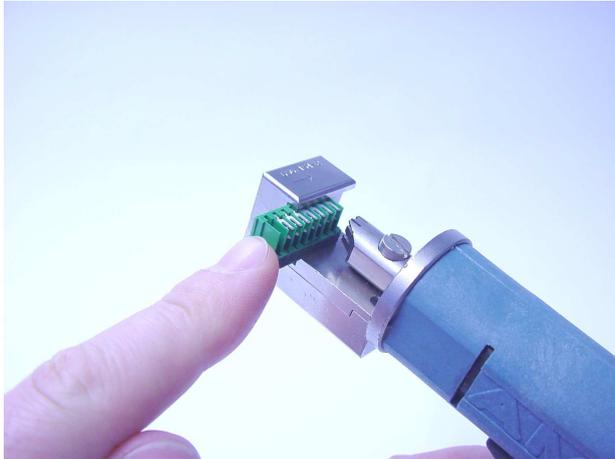

Abbildung 2
1. Der Steckverbinder wird in Pfeilrichtung in den Werkzeugkopf hinein geschoben, bis der erste zu verarbeitende Schneid-Klemm-Kontakt vor dem Eindrückstempel steht (siehe Abbildung 2)